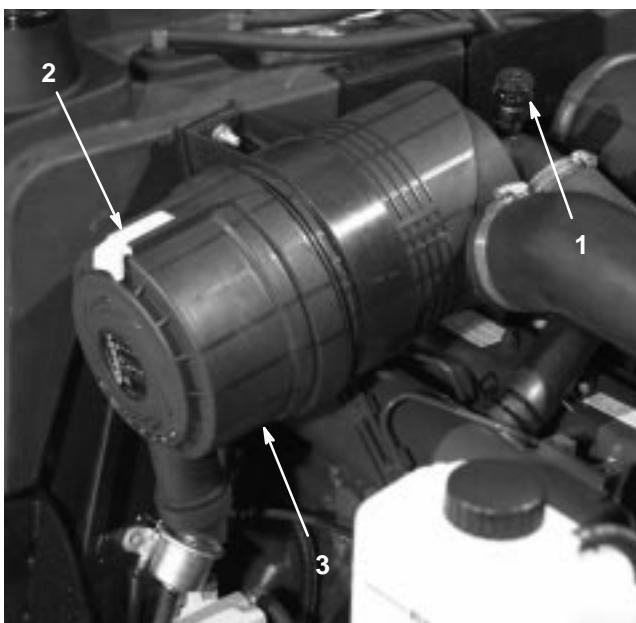

Figure 45
Faites l'entretien des filtres à air quand l'indicateur de colmatage (Fig. 45) est rouge ou toutes les 400 heures (plus souvent s'il y a beaucoup de poussière ou de saleté). N'effectuez pas l'entretien du filtre à air plus souvent.
1. Tirez le verrou vers l'extérieur et tournez le couvercle du filtre à air dans le sens anti-horaire. Enlevez le couvercle (Fig. 45) et nettoyez l'intérieur.
- Réarmez l'indicateur de colmatage (Fig. 45) s'il est rouge.